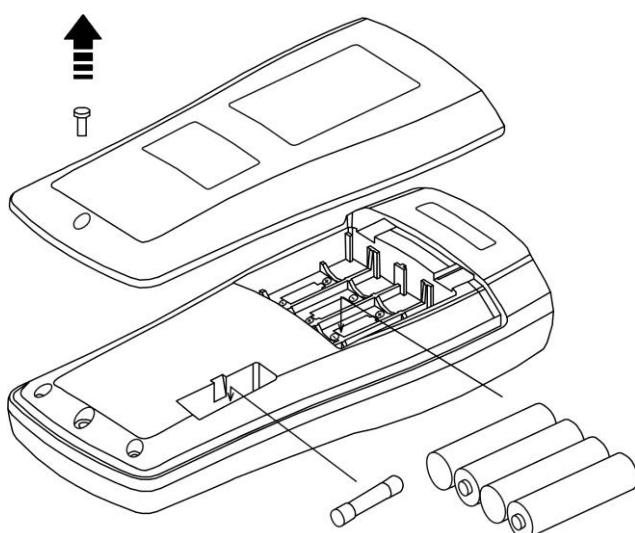

Fig. 11: Sustitución de la pila y fusible interno
3. Quite las pilas e inserte otras del mismo tipo (vea § 7.1.3) observando la correcta polaridad y reposiciones la tapa de la pila (vea Fig. 11). Utilice los contenedores adecuados para el reciclaje de las pilas